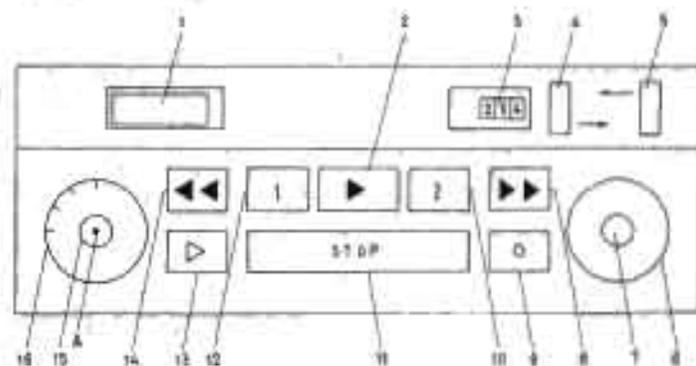

FIG. 3 : Le tableau des commandes.
levier inverseur 19 cm/9,5 cm. La figure 3 représente l'ensemble des diverses commandes. Les deux contacteurs (10) et (12) correspondent à la mise en service de la première ou de la seconde piste. En stéréophonie, il faudra donc utiliser les deux pistes et par le fait, les deux touches devront être enfoncées. La touche centrale supérieure commande le défilement de la bande.
Le signal numéro 1 est enregistré sur une première piste. Au second enregistrement, au moyen du bouton A (voir figure 3) et en contrôlant avec le « micromètre », on réalise le mixage entre le premier signal et le second que l'on va ajouter. Les deux signaux mélangés se trouvent sur la seconde piste. Si le second signal est mauvais, il est possible de le réenregistrer, car le signal n° 1 n'a pas été détruit sur la première piste. L'opération pourra être recommencée.